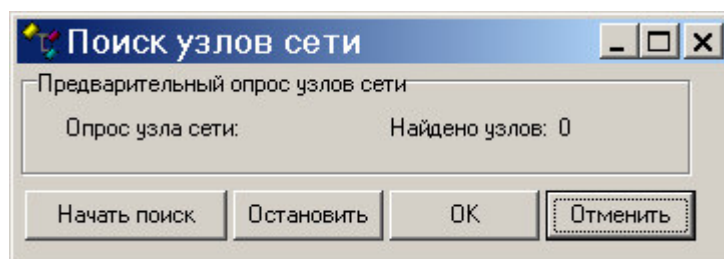

Рис. 6
2.2.2.4 Когда параметры установлены, следующий шаг – проверка взаимодействия с сетью **MODBUS**. Для этого следует выбрать пункт «**Поиск приборов «Ирга-2»**» в меню «**Приборы**», после чего появляется окно предварительного поиска узлов сети, показанное на **Рис. 6**.